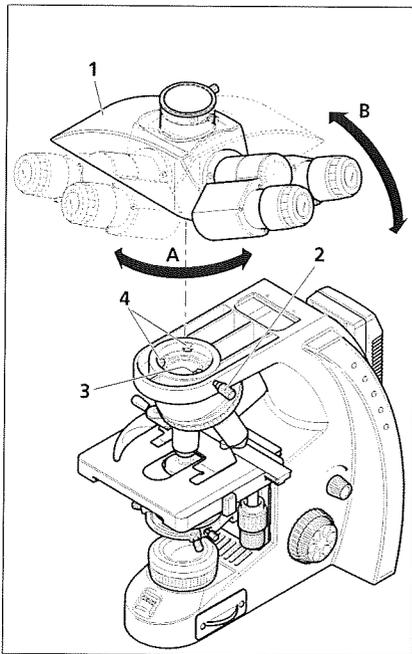

Bild 11 Tubus wechseln
- Klemmschraube (Bild 11/2) lösen, vorhandenen Tubus (Bild 11/1) um ca. 90° nach rechts drehen (Bild 11/A) und auf der rechten Seite nach oben abnehmen (Bild 11/B).
- Den zu montierenden Tubus (die Okulare zeigen nach rechts) mit dessen Ringswalbe leicht schräg unter die beiden Halteelemente (Bild 11/4) in das Stativ einsetzen.
- Dann den Tubus waagrecht auf das Stativ aufsetzen. Dabei muss sich die Nut an der Unterseite des Tubus über dem dritten Halteelement (Bild 11/3) des Stativs befinden.
- Tubus um 45° nach links drehen (Okulare zeigen nach vorn), am Stativ ausrichten und Klemmschraube (Bild 11/2) festziehen.